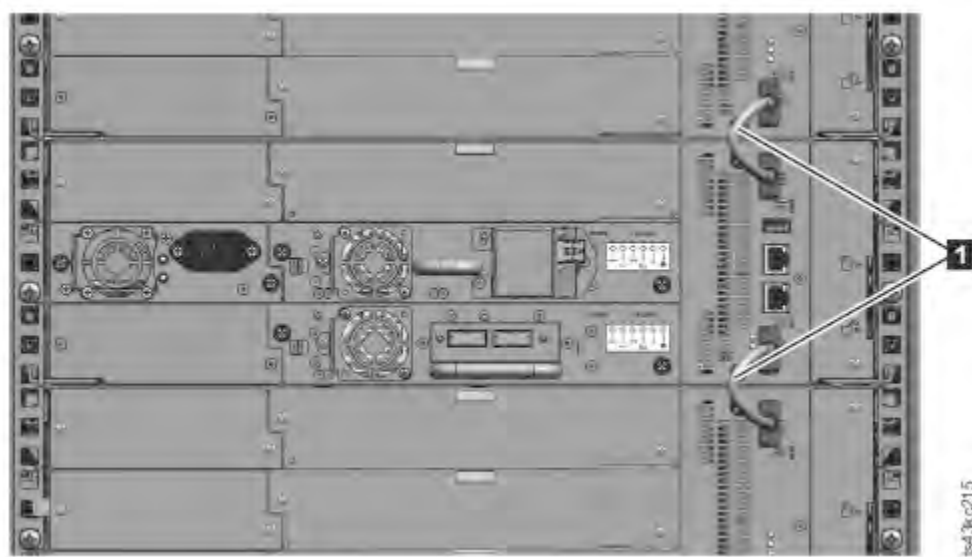

Figura 48. Moduli connessi
5. Dalla parte posteriore della libreria, collegare i moduli di ciascuna coppia al modulo adiacente utilizzando i cavi di interconnessione di espansione **(1)** come mostrato nella Figura 48 a pagina 65.